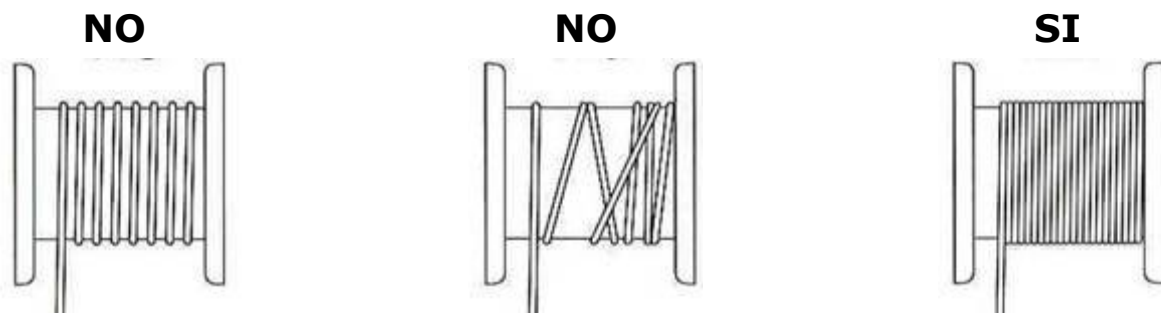

Figura 14 – Avvolgimento del cavo sul tamburo.
- Una verifica accurata della disposizione del cavo, che deve essere avvolto correttamente sul tamburo con un passo uguale al diametro del cavo (**Figura 14**). Se il caso risultasse avvolto in maniera scorretta, eseguire un ciclo di lavoro a vuoto per srotolare completamente il cavo e ripristinarne il corretto avvolgimento.